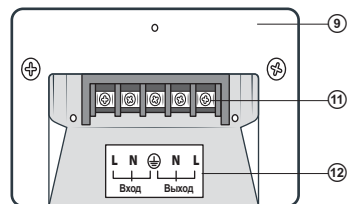

Рис. 4. Клеммная коробка
• Подключение производить только к выключенному стабилизатору. Для этого необходимо открыть клеммную коробку ⑨ и при помощи соответствующих кабелей (в комплект не входят) подключить к клеммам ⑩ стабилизатора соответствующую нагрузку, а затем подключить сам стабилизатор к сети 220 В согласно схеме ⑪ на рис. 4.